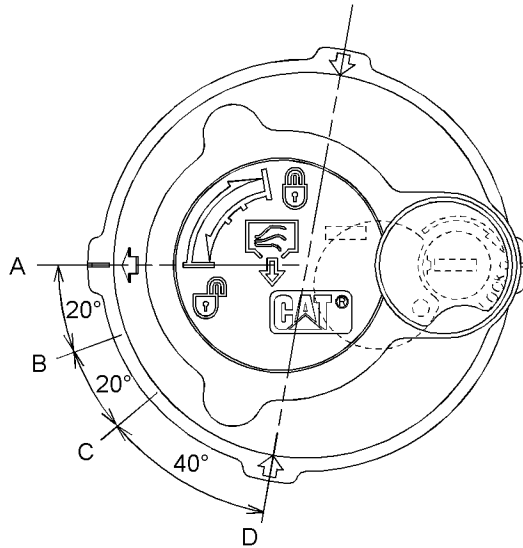

Fig. 463
- (A) Stillingen LÅS
- (B) Stillingen TRYKAFLASTNING - START
- (C) Stillingen TRYKAFLASTNING - SLUT
- (D) Stillingen ABN
5. Aflast det tryk, der kan findes i returhydraulikkredsløbet, ved hjælp af følgende procedure. Se fig. 463 for at få vist påfyldningsdækslets positioner.
- a. Drej påfyldningsdækslet i retning mod uret, uden at trykke ned på dækslet, og flyt pilen fra stilling (A) til stilling (B).
- b. Aflast trykket i mindst 45 sekunder ved at flytte pilen fra position (B) til position (C).
- c. Tryk ned på midten af påfyldningsdækslet. Flyt pilen fra stilling (C) til stilling (D) uden at vippe påfyldningsdækslet.
8. Rens påfyldningsdækslet. Spænd påfyldningsdækslet fast på hydrauliktanken til position (A).